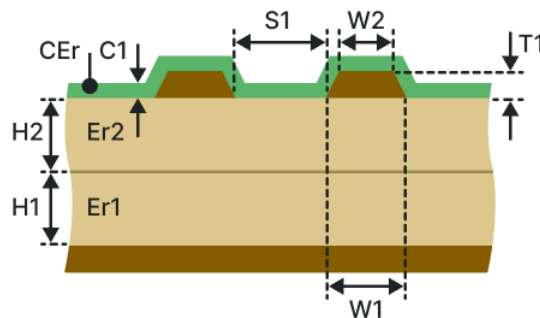

Рис. 144 Дифференциальная микрополосковая ЛП с маской (ДММ-2Н)
- Дифференциальная микрополосковая ЛП с маской (ДММ-2Н), см. Рис. 144.